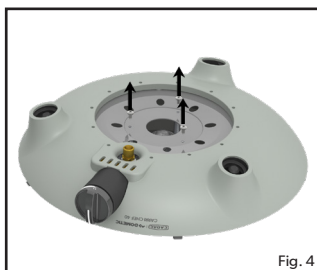
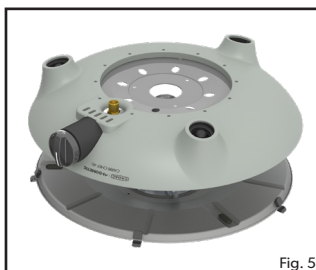
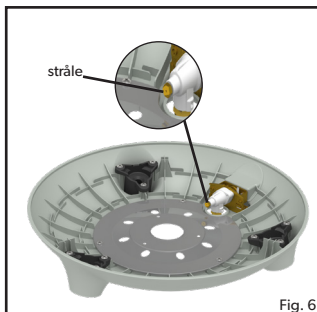

Fig. 4
Fig. 5
Fig. 6
- **For å skifte ut dysen:** Fjern alle løse overflater samt verktøybrettet og bena fra apparatet. Snu brennerbasen og fjern de 3 skruene fra bunndekselplaten (fig.4) for å skille brennerbasen fra brennerenheten (fig. 5). Koble fra Piezo-ledningen, pass på at du ikke skader den og fjern brennerenheten fra kroppen til brennerbasen for å avsløre strålen (fig. 6). Strålen kan nå fjernes med en passende skiftenøkkel. Ikke bruk tang da dette kan skade strålen, slik at den blir ubrukelig eller umulig å fjerne. Skru den nye strålen inn i ventilten. Ikke stram for mye da dette kan skade enheten.